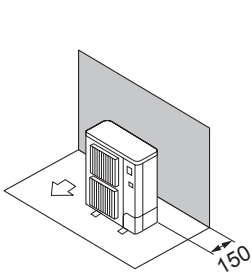

Fig. 2-7
- ① Εμπόδια στην πίσω πλευρά μόνο (Fig. 2-7)